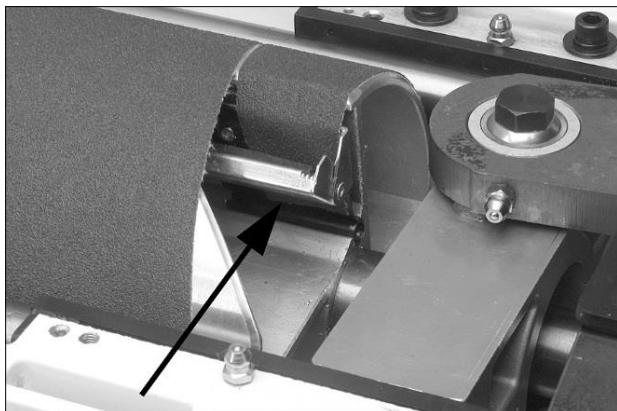

Рис. 6-9
5. Прижмите внутренний затягивающий рычаг (Рис. 6-9) и вставьте задний конец ленты до конца насколько это возможно. При необходимости отрежьте клиновидный конец абразивной ленты.